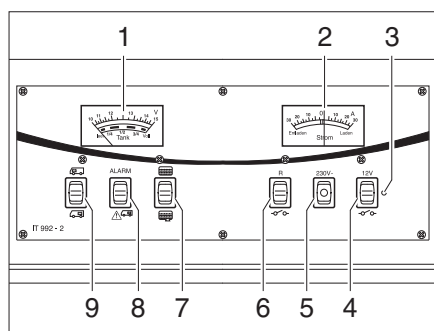

Fig. 152 Panel IT 992
Observar la escala superior del instrumento indicador V/depósito (Fig. 152,1). El instrumento indicador se ilumina automáticamente al accionar el interruptor.
- Pulsar el interruptor basculante (Fig. 152,9) por arriba : Indica la tensión de la batería del motor de arranque.
- Pulsar el interruptor basculante (Fig. 152,9) por abajo : Indica la tensión de la batería del habitáculo.
Observar la escala inferior del instrumento indicador V/depósito (Fig. 152,1). El instrumento indicador se ilumina automáticamente al accionar el interruptor.
- Pulsar el interruptor basculante (Fig. 152,7) por arriba : Indica la cantidad de agua.
- Pulsar el interruptor basculante (Fig. 152,7) por abajo : Indica la cantidad de aguas residuales.
La luz roja de ALARMA (Fig. 152,8) parpadea en cuanto la tensión de la batería del habitáculo baja de 11 V (medición durante el servicio) y hay peligro de descarga completa.
El instrumento indicador (Fig. 152,2) indica constantemente la corriente actual suministrada por la batería. El instrumento indicador se ilumina automáticamente al accionar el interruptor.
El interruptor principal de 12 V (Fig. 152,4) conecta y desconecta el panel y la alimentación de 12 V del habitáculo.
- Pulsar el interruptor basculante (Fig. 152,4) por arriba "  ": La alimentación de 12 V del habitáculo está conectada. La luz de control (Fig. 152,3) se enciende de color verde.
- Pulsar el interruptor basculante (Fig. 152,4) por abajo "  ": La alimentación de 12 V del habitáculo está desconectada. La luz de control (Fig. 152,3) se apaga.
Se enciende la luz de control de 12 V (Fig. 152,3) cuando se conecta el interruptor principal de 12 V (Fig. 152,4).
Se enciende la luz de control de 230 V (Fig. 152,5) amarilla cuando hay tensión de red en la entrada del bloque eléctrico.
Conectar: ■ Pulsar el interruptor basculante (Fig. 152,6) por arriba: La bomba de agua está conectada.
Desconectar: ■ Pulsar el interruptor basculante (Fig. 152,6) por abajo "  ": La bomba de agua está desconectada.
Conectar: ■ Pulsar el interruptor basculante (Fig. 152,6) por arriba: La bomba de circulación está conectada.
Desconectar: ■ Pulsar el interruptor basculante (Fig. 152,6) por abajo "  ": La bomba de circulación está desconectada.